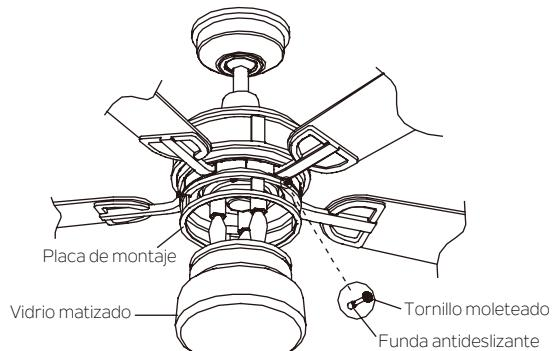

Fig. 24
**Paso 2.** Colocar la funda antideslizante en el extremo del tornillo con cabeza moleteada. Luego levantar la pantalla de vidrio dejándola contra la placa de montaje y apriete con fuerza con los 3 tornillos moleteados solamente a mano para evitar dañar el vidrio. No necesita apretar demasiado los tornillos (Fig. 24).